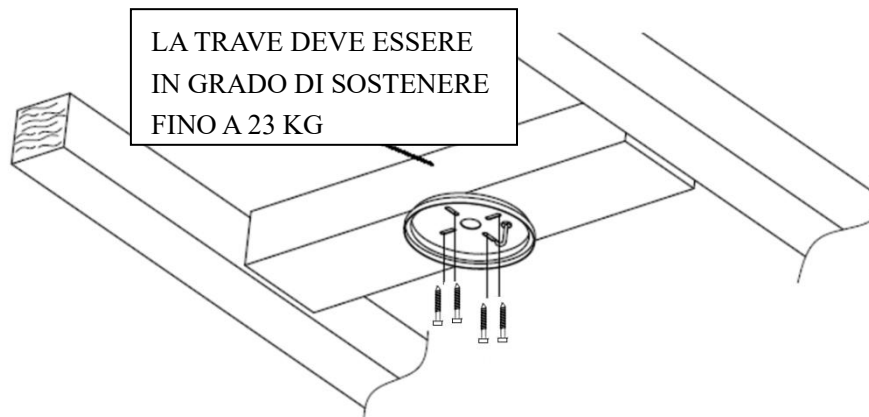

Fig. 2
- Installare la staffa di sospensione al travetto del soffitto o a una struttura in grado di sopportare un carico di almeno 23 kg, con le 4 viti lunghe in dotazione. Assicurarsi che almeno 30 mm della vite siano infilati nel supporto. (Fig. 2)